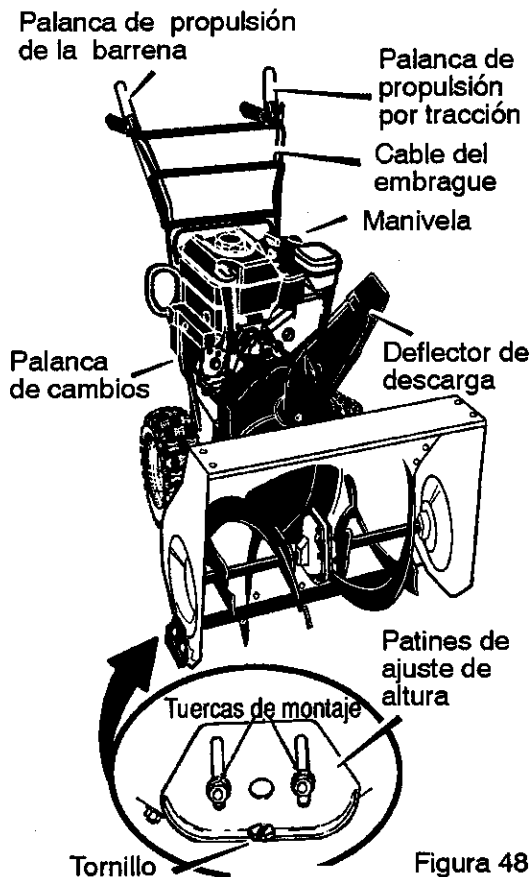

Figura 48
La Figura 48 muestra el quitanieves completamente ensamblado.
5. Para propósitos de envío, los patines de ajuste de altura, van sujetos a la plataforma de envío. Saque el tornillo que sujeta cada patín a la plataforma. Vea la Figura 48.